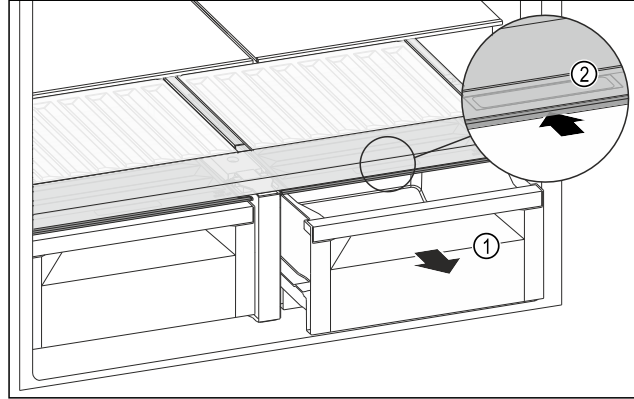

Fig. 143
- ▶ Çekmece bölmesini Fig. 143 (1) çekerek çıkarın.
- ▶ Raf kapağındaki tutma boşluğundan Fig. 143 (2) tutun ve aynı anda raf kapağını arkaya doğru kaydırın.